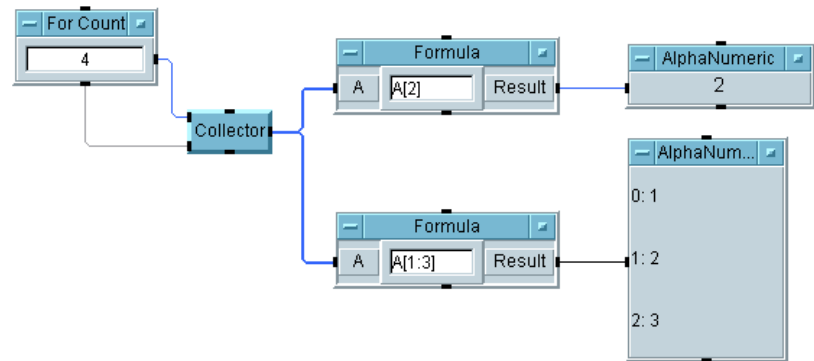

図 5-2. 式を使った配列要素の抽出
5. プログラムを実行します。図 5-2 のように表示されます。